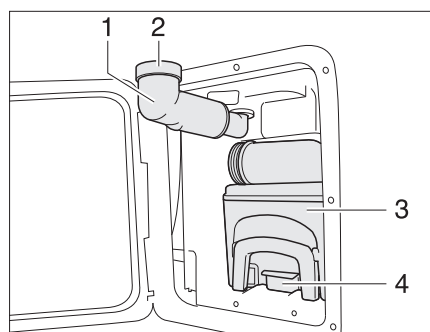

Bild 141 Thetford-kassetten
- Fäll ut påfyllningsöppningen för färskvatten (Bild 141,1).
- Tag av skruvlocket (Bild 141,2).